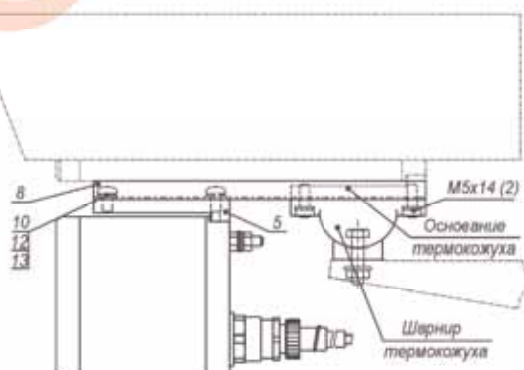

Рисунок 3 – Установка прожектора на видеокамеры в термокожухе ТГБ-4М Ex IIC
- закрепить скобу 8 на основание прожектора 5, используя комплект крепежа 10, 12, 13 (винты M5x10, шайбы стопорные 5, шайбы 5) (рисунок 3);
- установить прожектор с закреплённой скобой 8 между основанием термокожуха и шарниром термокожуха, используя винты M5x14 (2 шт.) (рисунок 3).